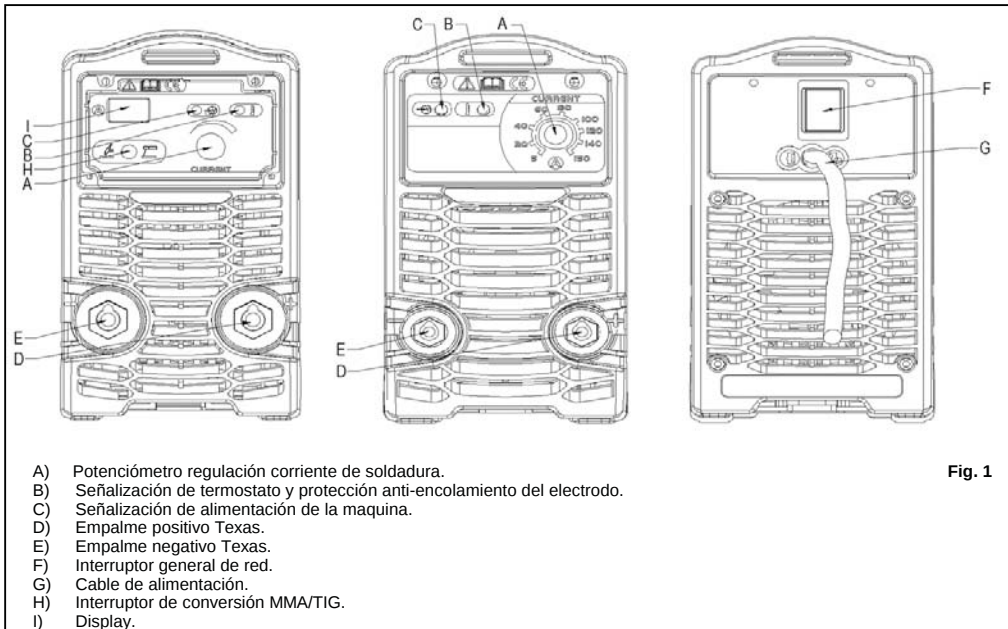

Fig. 1
El led B (fig. 1) se1ala esta operaci3n: en ese caso hay que esperar algunos minutos antes de rearmar el aparato.
- Cerciorarse que el interruptor F fig. 1 se encuentre en la posición O o que el enchufe del cable de alimentación no esté conectado con el arranque de alimentación, por lo tanto, hay que adaptar los cables para soldar respetando la polaridad exigida por el fabricante de los electrodos que se usarán.
- Encender la máquina mediante el interruptor F fig. 1.